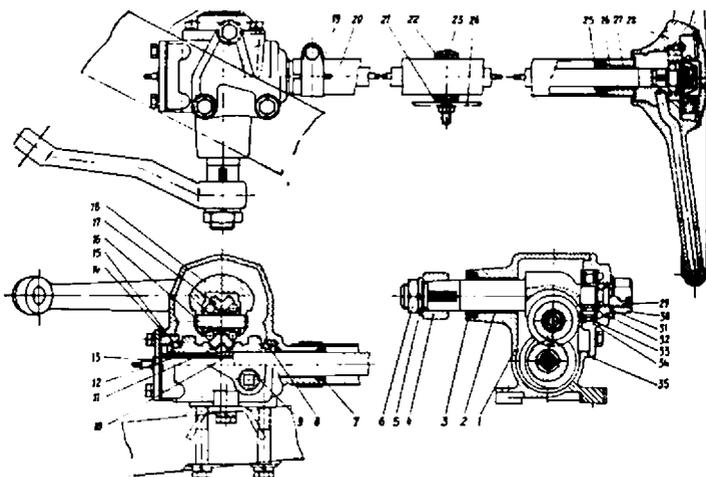

Рис. 92. Рулевой механизм:
Устройство рулевого механизма показано на рис. 92. Рабочей парой рулевого механизма является глобоидальный червяк 11 и двухгребневый ролик 17. Червяк, напрессованный на пустотелый вал 10, установлен в картере 1 на двух конических роликоподшипниках 8 и 15. Надежность соединения червяка с валом обеспечивается шпоночным выступом и шлицами червяка.
Регулировка затяжки подшипников червяка производится с помощью прокладок 14 (см. рис. 92), установленных между картером и нижней крышкой картера рулевого механизма, в следующей последовательности:
3. Отвернуть колпачковую гайку и снять стопорную шайбу 31 со штифта 32 (см. рис. 92).